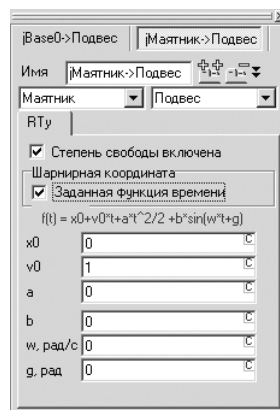

Рис. 1.27. Окно **Инспектор** с включенным флажком **Заданная функция времени**
- включите в диалоговом окне **Инспектор** флажок **Заданная функция времени**, см. рис. 1.27. Это означает, что мы перешли в режим решения задачи кинематики.